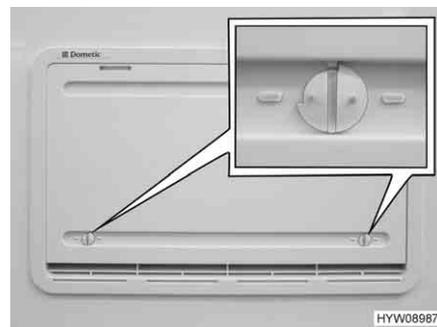

Bild 63 Winterabdeckung
Die Winterabdeckungen (Bild 63) schützen das Kühlaggregat vor kalter Luft. Winterabdeckungen vor beide Lüftungsgitter setzen, wenn die Außentemperatur unter +10 °C sinkt (sowohl bei Gas- als auch bei Elektrobetrieb).
- Beide Verriegelungen (Bild 63) öffnen (Nut steht waagrecht).